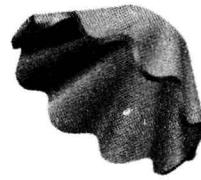

图 1.2.8 加厚特征 1
Step9. 创建图 1.2.8 所示的面加厚特征 1。选择下拉菜单 $\text{插入}(\text{S}) \rightarrow \text{偏置/缩放}(\text{O}) \rightarrow \text{加厚}(\text{T})$ 命令，在 面 区域中单击 \square 按钮，选取图 1.8 所示的曲面为加厚的对象。在 偏置 1 文本框中输入值 1.0，在 偏置 2 文本框中输入值 0，单击 $\langle\text{确定}\rangle$ 按钮，完成加厚特征 1 的创建。